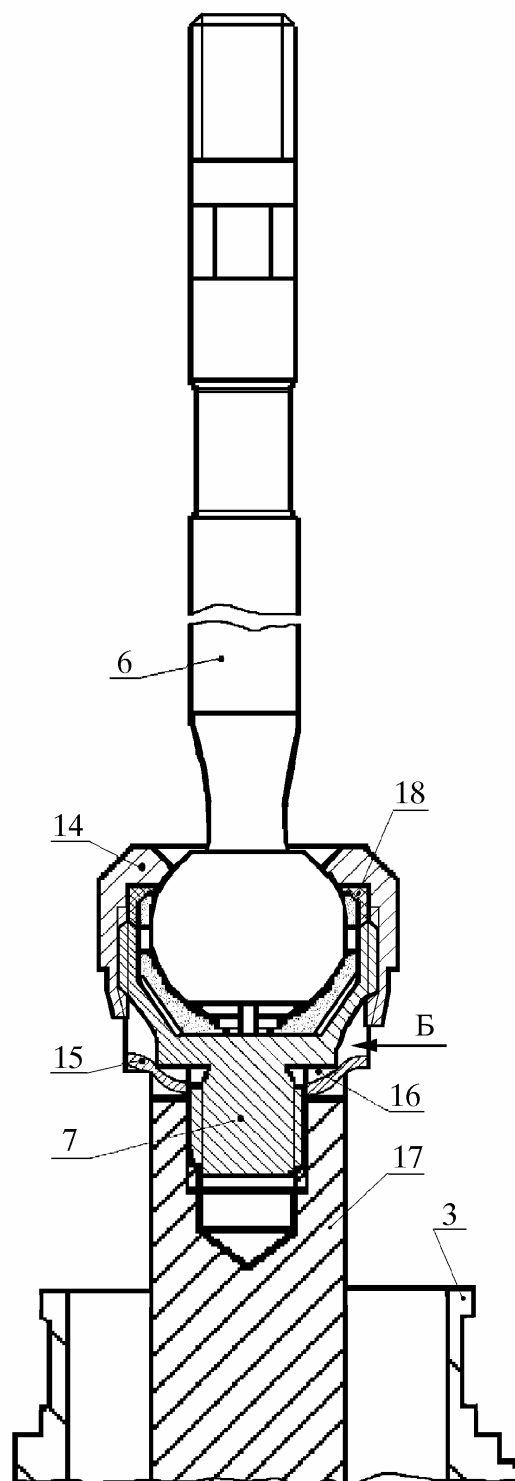

Рис. 16. Снятие тяг с рулевого механизма:
5.3.1. Снять тягу с шарниром 6 (рис. 16) вместе с крышкой корпуса шарнира 14 с рулевого механизма 3, отвинтив крышку 14 с корпуса шарнира 7, придерживая ключом за лыску рейку 17 (ключи 22 и 38 типа ГОСТ 2839-86).